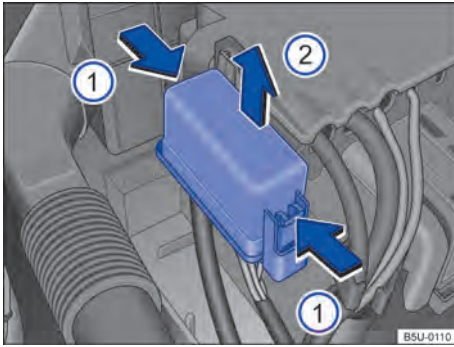

Fig. 120 En el compartimento del motor: cobertura de la caja de fusibles.
- Presionar las trabas en el sentido de la flecha → fig. 120 ①, para desbloquear la cubierta de la caja de fusibles.
- Remover la cobertura por arriba, en el sentido de la flecha ②.
- Para el **montaje**, colocar la cubierta sobre la caja de fusibles. Presionar la cobertura hacia abajo, en el sentido contrario de la flecha ②, hasta que trabe de forma audible.